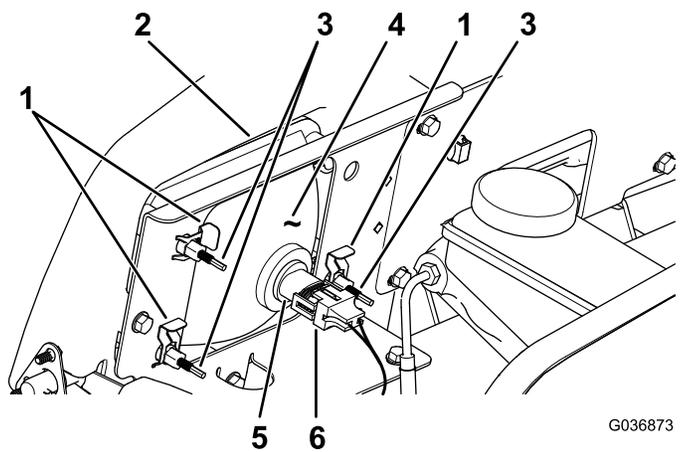

Рисунок 52
- Отсоедините электрический соединитель жгута проводов от соединителя лампы в сборе (**Рисунок 52**).
- Снимите скобы под саморез, которые крепят фару к кронштейну фары (**Рисунок 52**).
- Снимите фару в сборе, подавая ее вперед сквозь отверстие в переднем бампере (**Рисунок 52**).
- Вставьте новую лампу через отверстие в бампере (**Рисунок 52**).
- Подсоедините электрический соединитель жгута к соединителю лампы в сборе (**Рисунок 52**).
2. В задней части узла передней фары поверните регулировочные винты (Рисунок 52), чтобы повернуть фару и изменить положение луча.